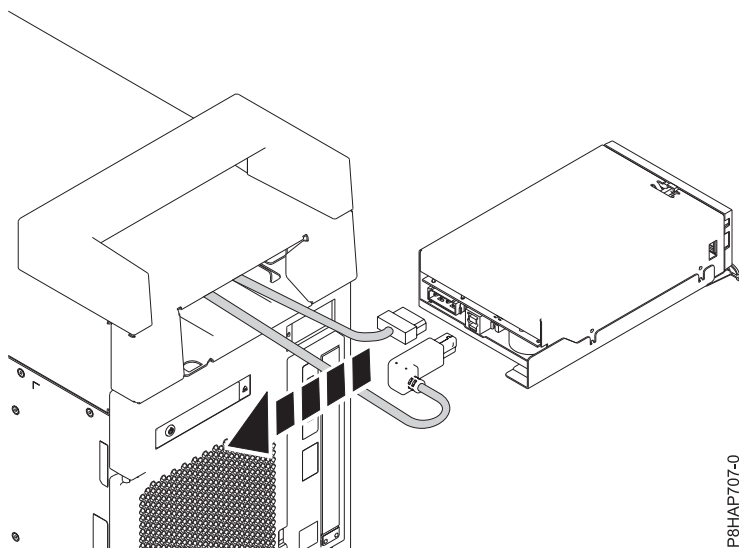

図 62. 内部 RDX ドッキング・ステーション (FC EUA3) USB ケーブルおよび電源ケーブルの取り外し
4. 電源供給コードを内部 RDX ドッキング・ステーション (FC EUA3)の背面から取り外します。図 62 を参照してください。